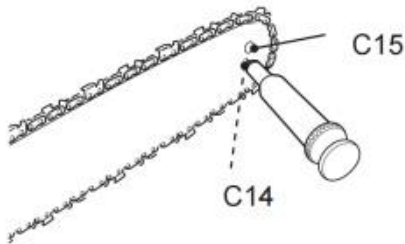

Fig. 69
2. Utilizzando una pistola per lubrificazione usa e getta, inserire la punta dell'ago nel foro di lubrificazione (C14) e iniettare il grasso finché non appare sul bordo esterno della ruota dentata (Fig. 69).